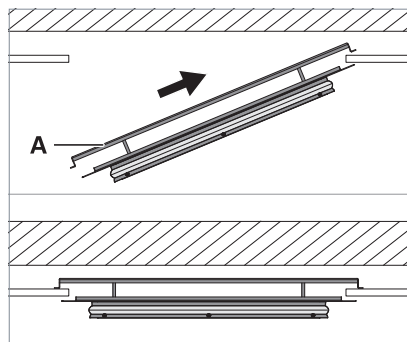

Fig. 2: Agganciare il telaio dell'apparecchio d'illuminazione al soffitto.
- ▶ Agganciare il telaio dell'apparecchio d'illuminazione al soffitto con le due staffe **A**, vedi Fig. 2. **A**